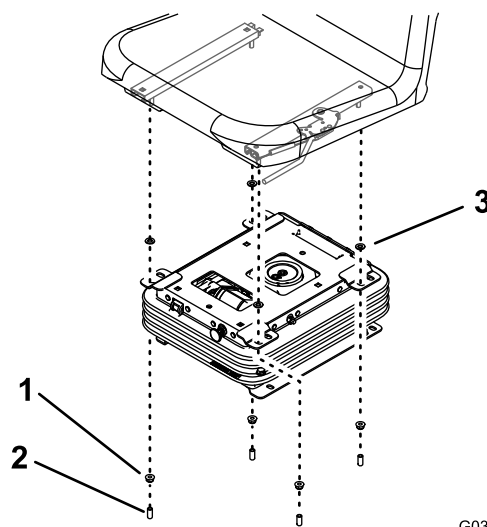

Figura 9
5. Monte los ajustadores del asiento en el conjunto de la suspensión con 4 arandelas, 4 tuercas y 4 tapones (Figura 9).